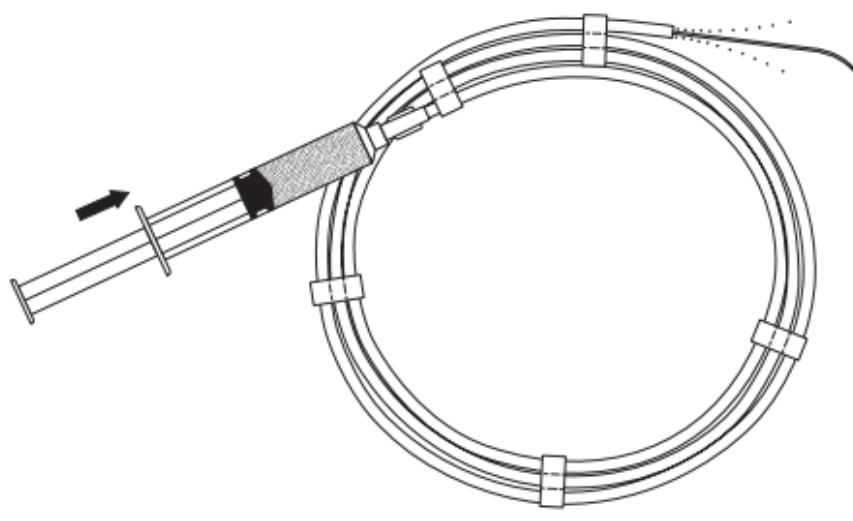

图1
2. 注射足够的液体，使导丝表面完全湿润。**(图1)**这样将活化AQ涂层，使导丝表面非常滑。